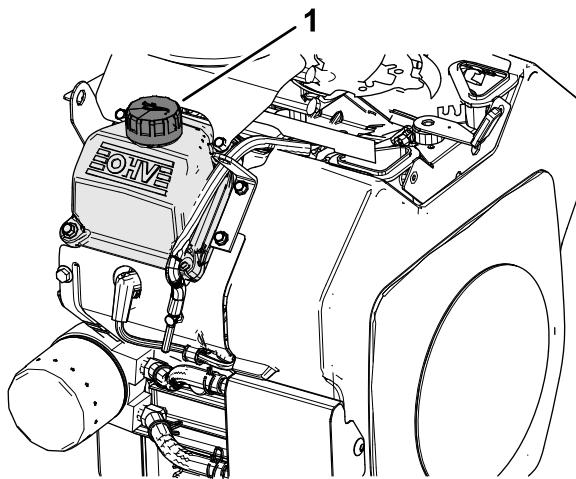

Figura 32
6. Verta lentamente cerca de 80% do óleo especificado no tubo de enchimento (Figura 32) da cobertura da válvula; consulte Especificação do óleo do motor \(página 28\).